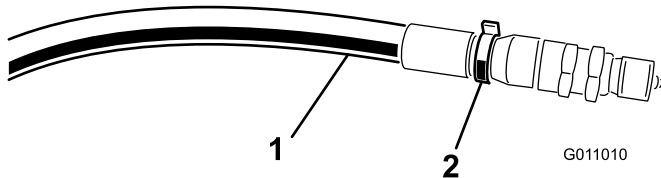

图14
**注意：** 用扎带标记高压软管，以识别正确的软管装置（图14）。